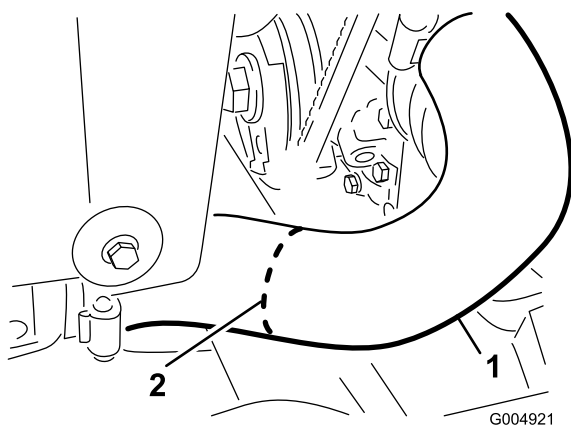

Figura 11
9. Corte o tubo do radiador inferior ao meio na linha branca, conforme indicado na Figura 11.